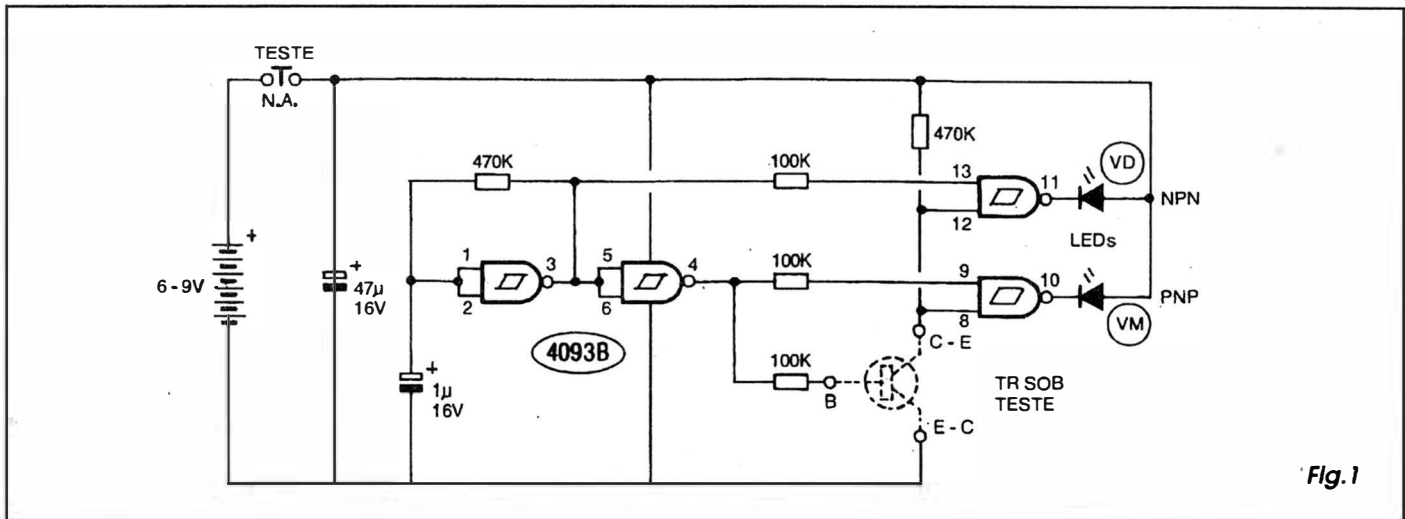

Fig. 1
- **FIG. 1 - DIAGRAMA ESQUEMÁTICO DO CIRCUITO** - Conforme já mencionado, a idéia básica era criar um testador dinâmico, ou seja: que submetesse o transistor (*bipolar*, já que o **IRT** não verifica transistores de tecnologia FET, TUNJ, etc.) a uma real condição de funcionamento, analisando-o nessa situação, e fazendo